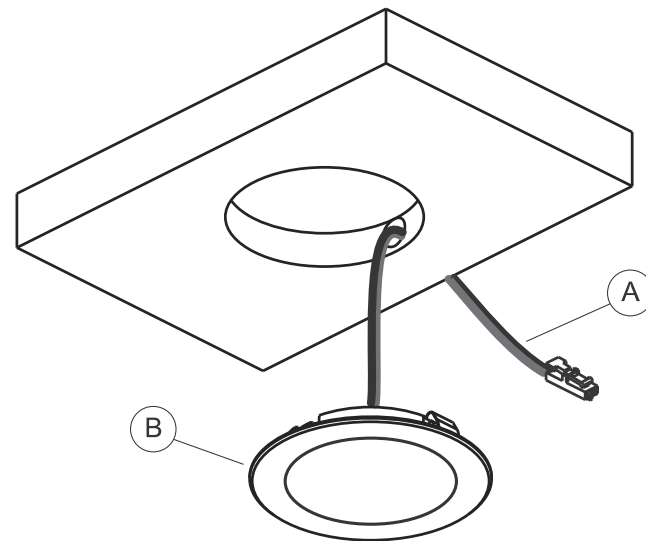

Fig 2
- Dugja át a lyukon a csatlakozó kábelt (A), majd helyezze be a lámpát (B) és enyhe nyomással rögzítse azt. Lásd Fig. 2.